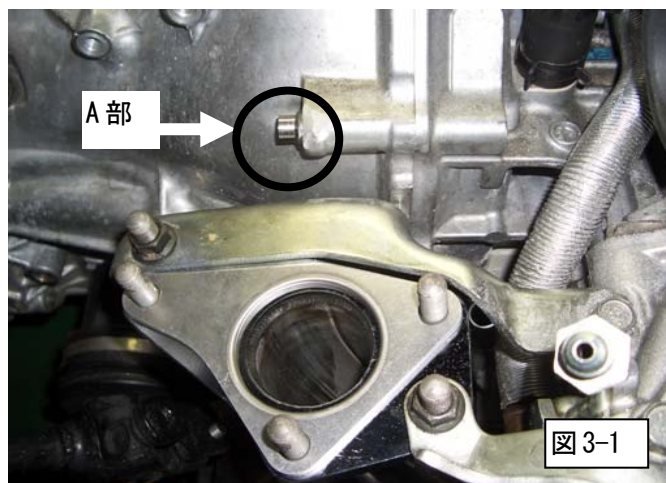
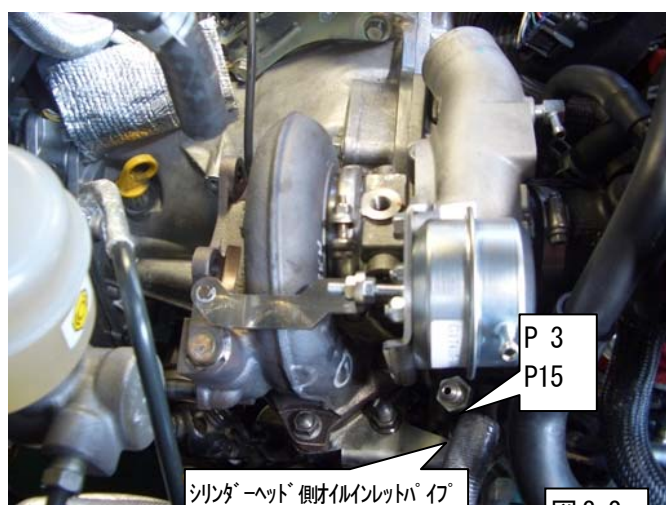

図 3-1
図 3-2
(1) A 部トランスミッションケースボルトをキット同梱のボルトに変更してください。(図 3-1)
(2) エキゾーストハウジングがトランスミッションケースと干渉するため A 部のボスを削って干渉を防止してください。(図 3-1)
(3) ターボチャージャ Assy を車両に取付けてください。(図 3-1、図 3-2)
- ・ターボチャージャ ASSY とシリンダーヘッド側オイルインレットパイプが干渉する場合はシリンダーヘッド側オイルインレットパイプを曲げて干渉を回避してください。(図 3-1)
(4) シリンダーヘッド側オイルインレットパイプにオイルライン変換アダプタを取付けてください。(図 3-2)